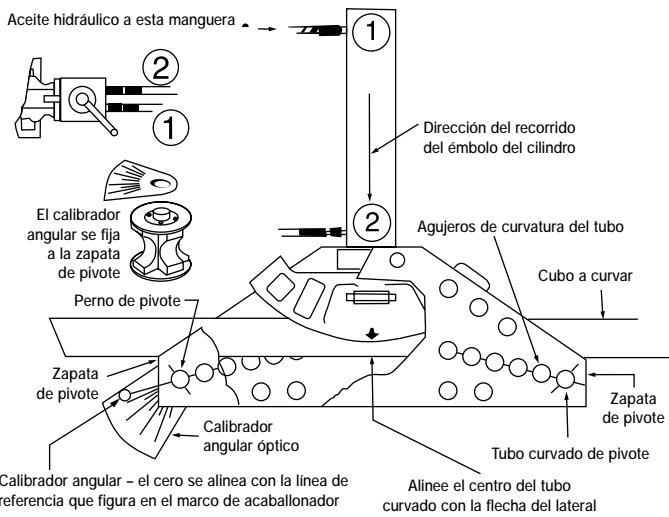

Figura 3, Curvatura del tubo
- Coloque el calibrador angular óptico en la parte superior de la zapata de pivote, tal y como se muestra en la FIGURA 3. Un perno de localización en el calibrador angular se acopla con un agujero en la zapata de pivote.